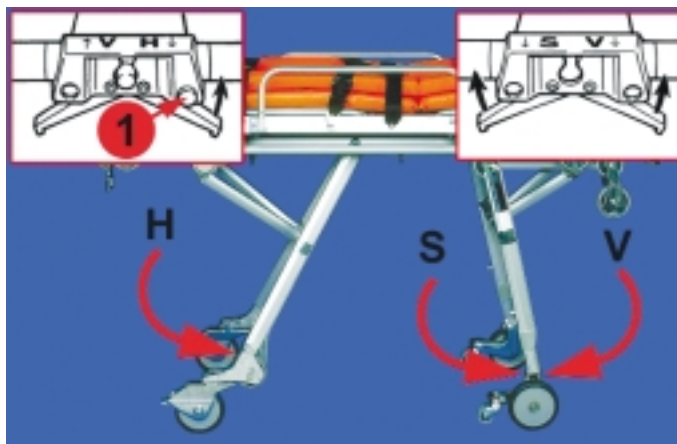

Bild 25
■ Fahr- bzw. Einladeposition (Bild 25):
Bei Sonderfahrgestellen STOLLENWERK 2870-1 für Transportinkubatoren ITI 5400 zum Ziehen des Bedienungshebels "H" Sicherungsknopf (Bild 25/1) drücken.